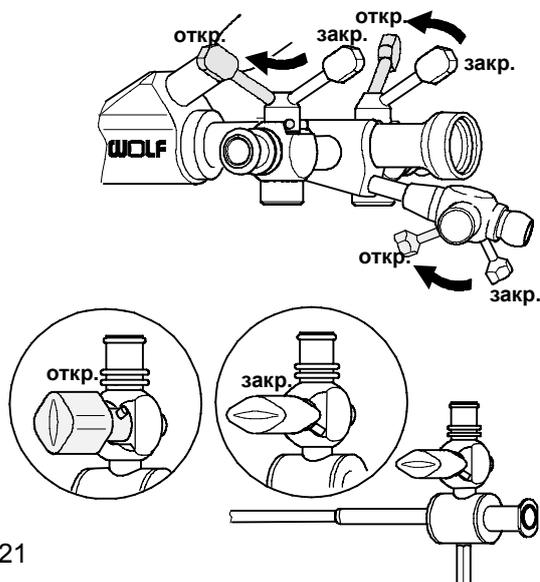

Рис. 21
- ◇ Установите краны в открытое положение и обеспечьте свободный сквозной проход в случае инструментов с каналами (рис. 21).